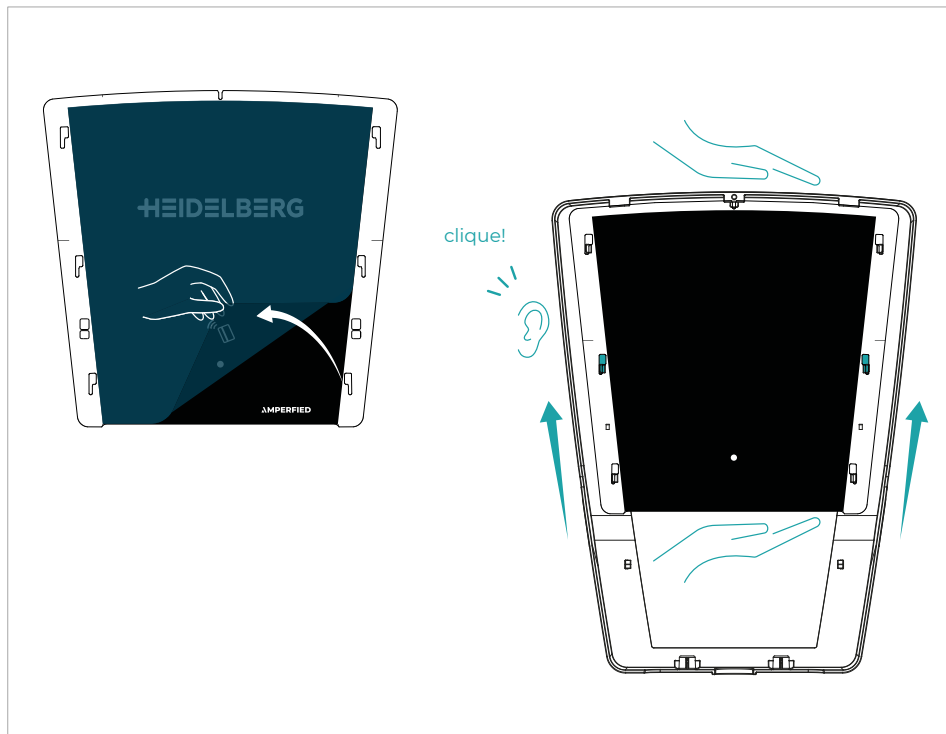

Fig. 9
- Retire a película de proteção do painel, tal como representado na **Fig. 9**.